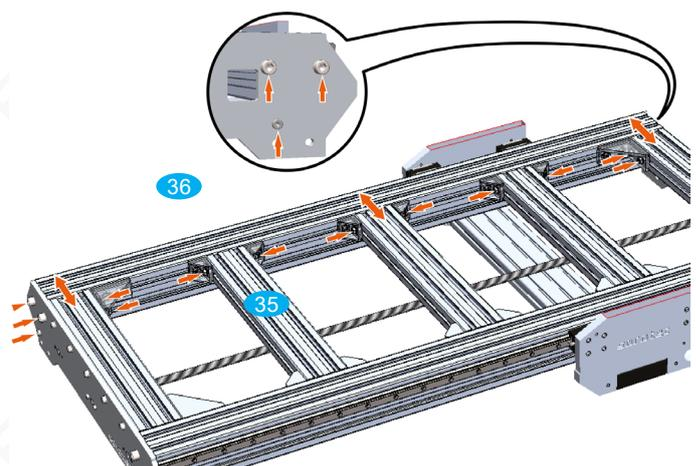

Bild 22: Justierung des Grundrahmens
Auf der Seite des Grundrahmens, auf der wie auf Seite 11 beschrieben ein Luftspalt blieb, werden zum Einstellen der X-Achse einige Schraubverbindungen gelöst, so dass der Grundrahmen in der Breite verstellbar wird (rote Doppelpfeile in Bild 22).
- In Bild 22 mit roten Pfeilen markierte Schraubverbindungen (16x) etwas lösen.